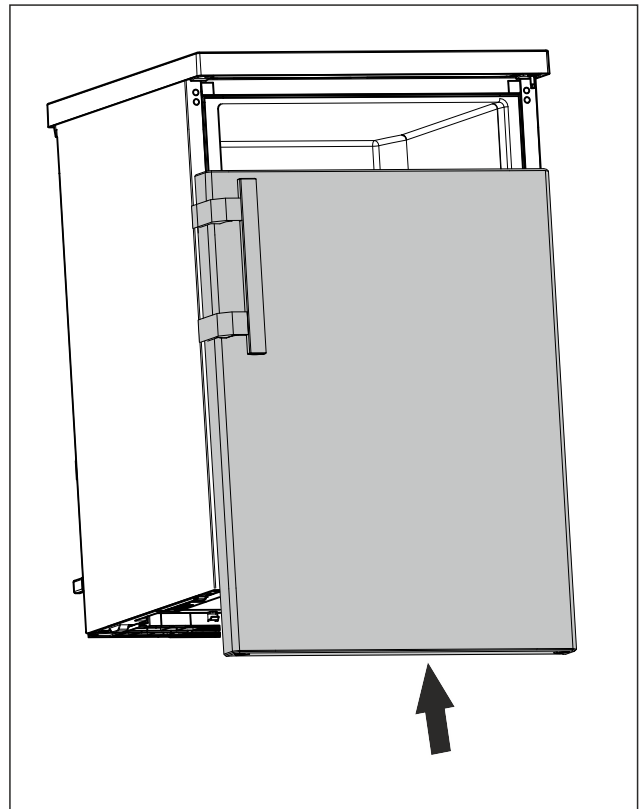

Fig. 19
- ▶ Nustumkite uždarytas duris ant viršutinio kaiščio. (žr. Fig. 19)